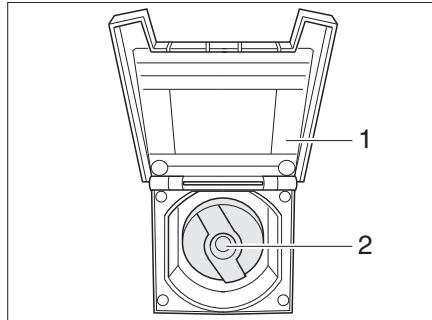

Bild 135 Verschlussdeckel für Trinkwasser-Einfüllstutzen
- Deckel (Bild 135,1) zum Trinkwasser-Einfüllstutzen öffnen.
- Schlüssel in Schließzylinder (Bild 135,2) stecken und eine viertel Umdrehung entgegen dem Uhrzeigersinn drehen.
- Trinkwasser-Einfüllstutzen (Bild 135) öffnen.